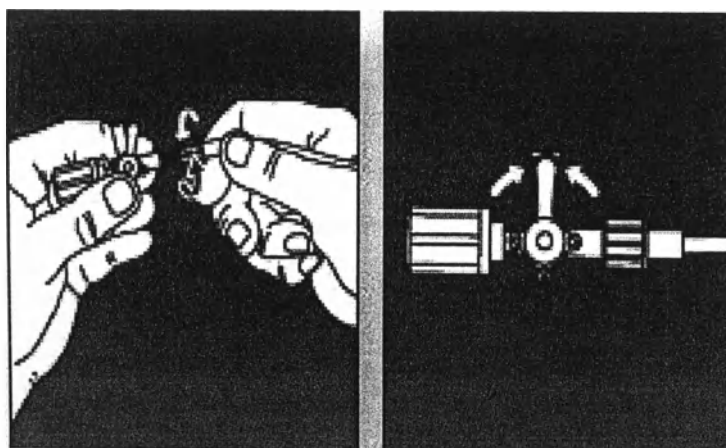

Рис.2
1. Для изгнания воздуха из системы плотно закрепите клапан к катетеру. После этого переведите рычаг на клапане в положение «закрыто» (рис.2).